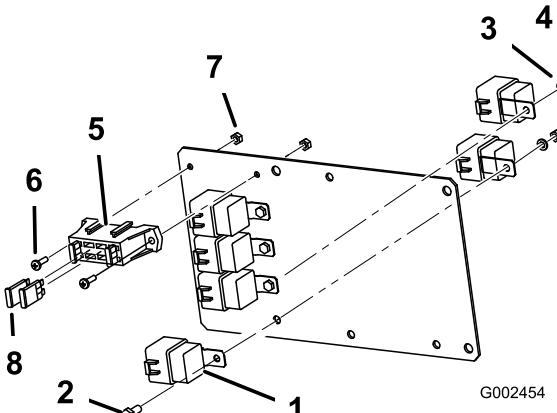

Figura 7
1. Fije 6 relés a la placa de montaje (Figura 7), usando 4 pernos (1/4 x 5/8 pulgada), 4 arandelas de freno, (1/4 pulgada), y 4 tuercas (1/4 pulgada). Pueden montarse cuatro relés en la parte delantera de la placa, y los otros dos deben montarse en la parte trasera de la misma. Los dos relés montados en la parte trasera de la placa compartirán las fijaciones con el relé montado en la parte delantera en los mismos taladros
2. Sujete el extremo del bloque de fusibles del arnés de cableado a la placa de montaje (Figura 7), usando 2 tornillos (Nº 10) y 2 tuercas (Nº 10).
4. Instale dos disyuntores térmicos (30 Amp) en las posiciones centrales abiertas del bloque de fusibles de la placa de montaje de la UCE (Figura 7).